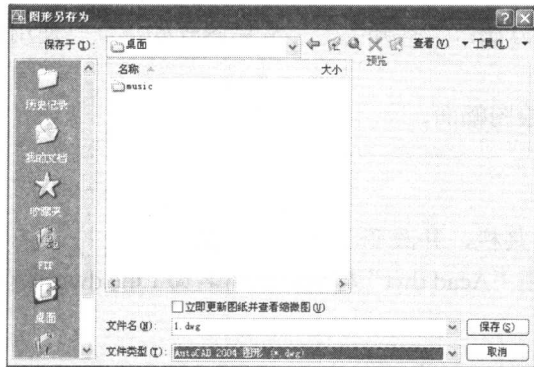

图 1.8 “图形另存为”对话框
(3) 保存图形 单击菜单【文件】→【保存】，系统将弹出“图形另存为”对话框，如图 1.8 所示，指定保存的文件名称（1.dwg）、类型和路径（桌面），单击“保存”，即可将图形文件 1 保存到桌面上。
(6) 图形另存为 单击菜单【文件】→【另存为】，系统将弹出“图形另存为”对话框，如图 1.8 所示，我们指定保存的文件名称（2.dwg）、类型和路径（桌面），单击“保存”，即可将图形文件 2.dwg 保存到桌面上。
(7) 退出 AutoCAD 2006 通过如下任意一种方式退出 AutoCAD。